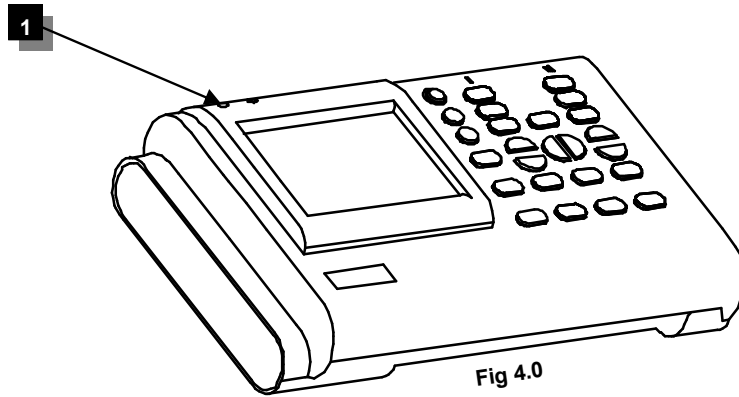

Fig 4.0
☞ Il LED che indica la ricarica (1), posto sulla parte superiore dell'unità, si accende durante il processo di ricarica. (fig.4.0)
- ☞ De **"charge"** indicatie led (1) bovenaan het toestel zal oplichten tijdens het opladen van de batterij. (Zie fig. 4.0)
- ☞ La LED d'indication **"charge"** (1) en tête de l'appareil sera (Voir fig. 4.0).
- ☞ Die LED-Anzeige **"charge"** an der Obenseite des Geräts wird während des Ladevorgangs brennen (Abb. 4.0).